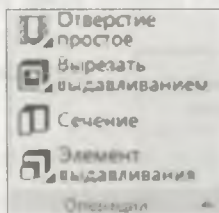

Рис. 25.7. Панель инструментов
- ♦ Панель инструментов **Операции** (рис. 25.7) — содержит команды группы вырезания и выдавливания, группы создания отверстий;